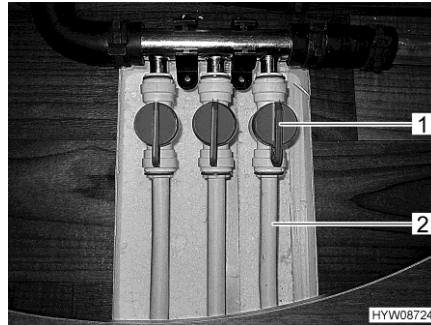

Fig. 133 Vannes d'alimentation (chauffage de plancher)
- Placer la poignée (Fig. 133,1) de la vanne d'alimentation de la ligne de chauffage désirée (Fig. 133,2) parallèlement à la conduite de chauffage. Cette ligne du chauffage de plancher fonctionne maintenant à la puissance maximale.
- Placer la poignée (Fig. 133,1) de la vanne d'alimentation de la ligne de tubes désirée (Fig. 133,2) dans une position quelconque. La puissance calorifique de cette ligne se laisse ainsi régler en continu.
- Placer la poignée (Fig. 133,1) de la vanne d'alimentation de la ligne de chauffage désirée (Fig. 133,2) perpendiculairement à la conduite de chauffage. Cette ligne du chauffage de plancher est maintenant éteinte.